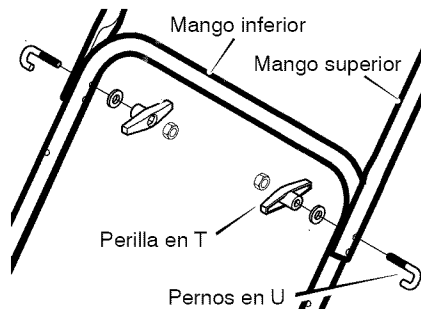

Figura 2
1. Quite las **perillas en "T"** y los **pernos en "U"** del **mango inferior** (Figura 2).